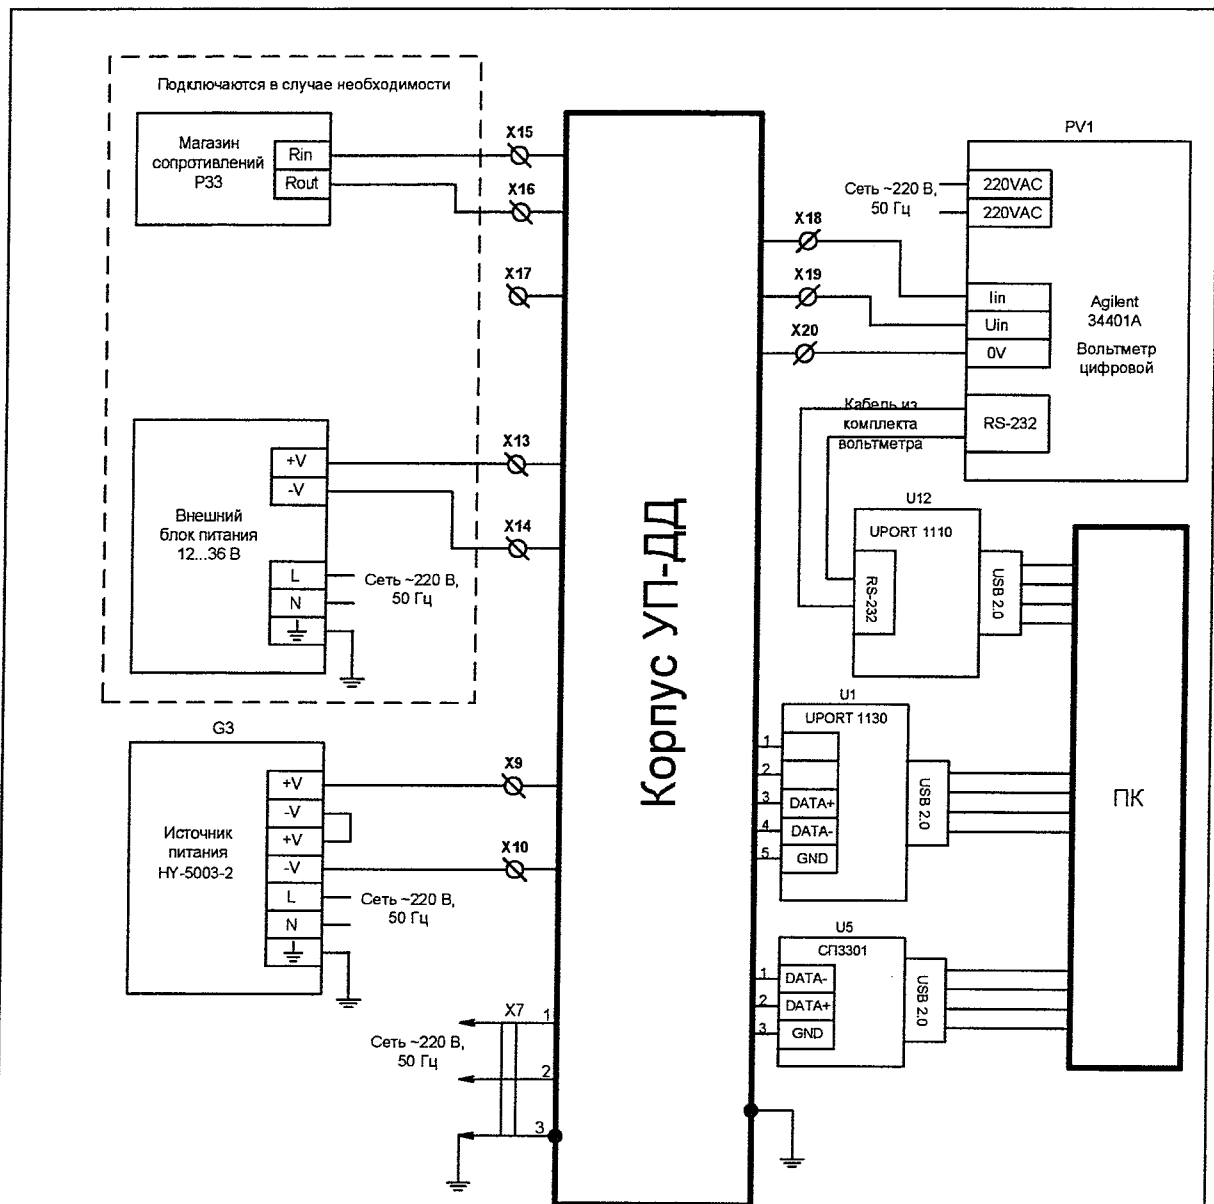

Рисунок 14 - Схема внешних электрических соединений
2.2.1.7 Произвести монтаж рабочего места в соответствии со схемой электрических соединений, приведённой на рисунок 14.